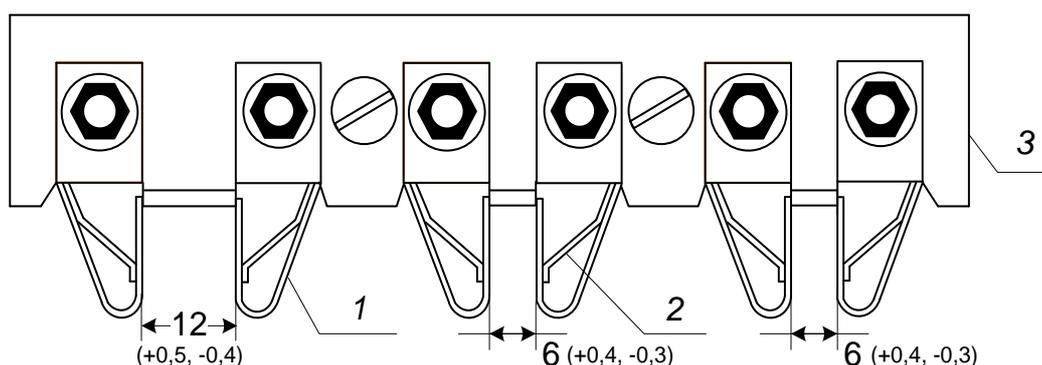

Рисунок 1. Контактная колодка: 1 - контактная пружина; 2 - упорная пружина; 3 – основание контактной колодки.
7.2.10. После замены контактной и/или ножевой колодки автопереключателя следует проверить (рис. 1):
- поворачивать ключ с приложением легкого усилия, одновременно перемещая его по профилю пружины, до момента касания упорной пружины контактной пружины (при регулировке правых пружин (см. рис.1) вращение производится по часовой стрелке, а при регулировке левых пружин – против часовой стрелки);